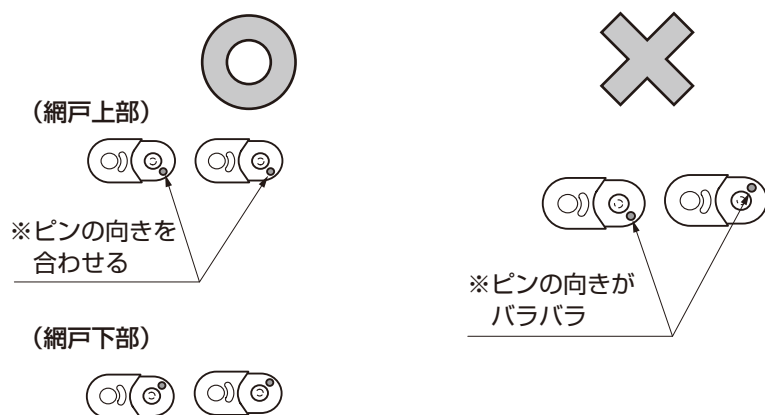

図10-7 キャタピラの向き
①図10-7のようにキャタピラの向きに注意しながらはめ込んでください。